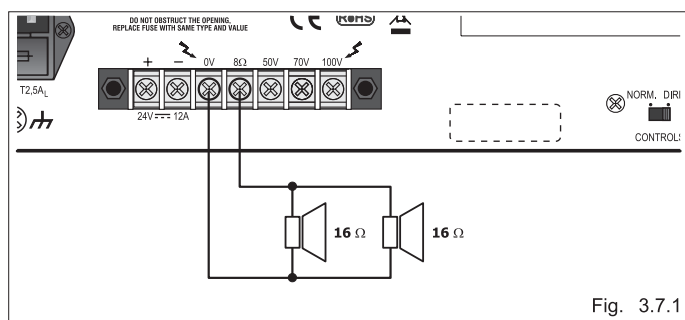
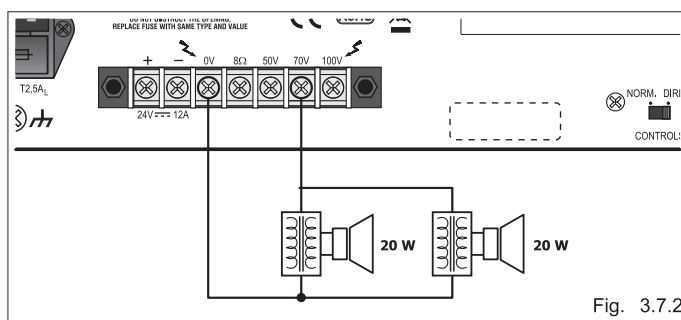

Fig. 3.7.1
Fig. 3.7.2
Le uscite di potenza per i diffusori sono disponibili sulla morsettiera (8). È possibile realizzare un impianto di diffusione sonora utilizzando sia diffusori a bassa impedenza (fig. 3.7.1), sia diffusori dotati di trasformatore di linea (fig. 3.7.2). In entrambi i casi, il carico complessivo non deve essere tale da sovraccaricare l'amplificatore: non applicare cioè diffusori o gruppi di diffusori con impedenza più bassa di quella nominale della presa alla quale sono collegati.
The power outputs for the loudspeakers are available on the terminal strip (8). It is possible to set up a sound-broadcasting system using either low-impedance loudspeakers (fig. 3.7.1) or loudspeakers equipped with a line transformer (fig. 3.7.2). In both cases the overall load must not be such as to overload the amplifier. This means that you must not apply loudspeakers or groups of loudspeakers with an impedance lower than the rated impedance of the socket to which they are connected.